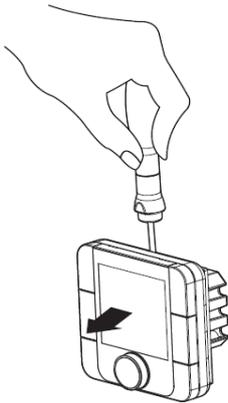

Fig. 1
1. Lösen sie die Front von der Rückseite mit einem Schraubendreher (Abb.1)
Stecken sie einen Schraubendreher in die Lasche an der Spitze (abb.1) und drücken sie nach unten um das Display zu lösen